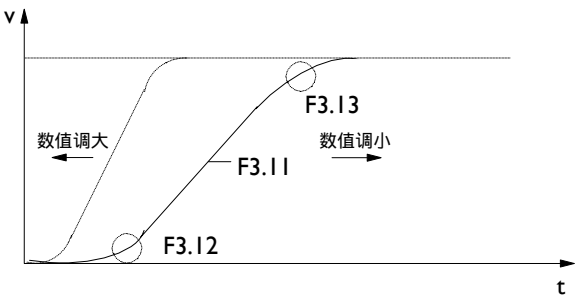

图6-17 S字调整示意图说明
S字调整示意图如图6-17所示：
- 1. 图6-17为加速段S曲线参数调整示意图。参数值增大时，S曲线变陡，参数值减小时，S曲线变缓；